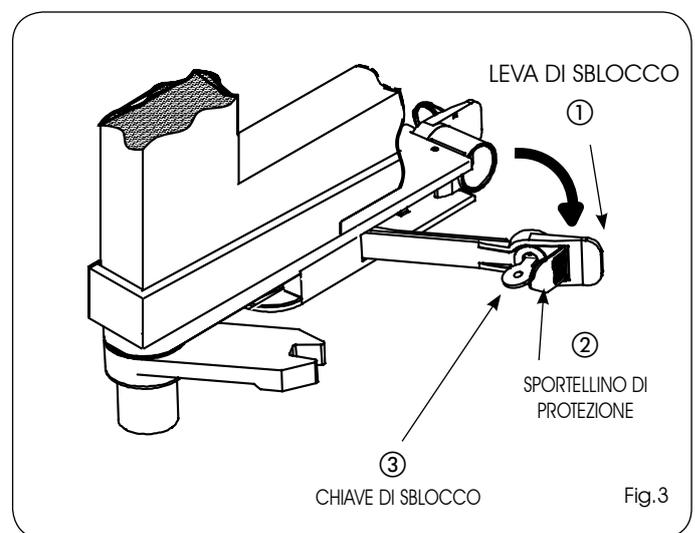

Fig.3
- 1) Aprire lo sportellino di protezione (Fig.3 rif. ②).
- 2) Introdurre la chiave di sblocco nella serratura (Fig.3 rif. ③) e ruotarla in senso orario fino alla battuta.
- 3) Tirare la leva di sblocco verso di sé (Fig.3 rif. ①).